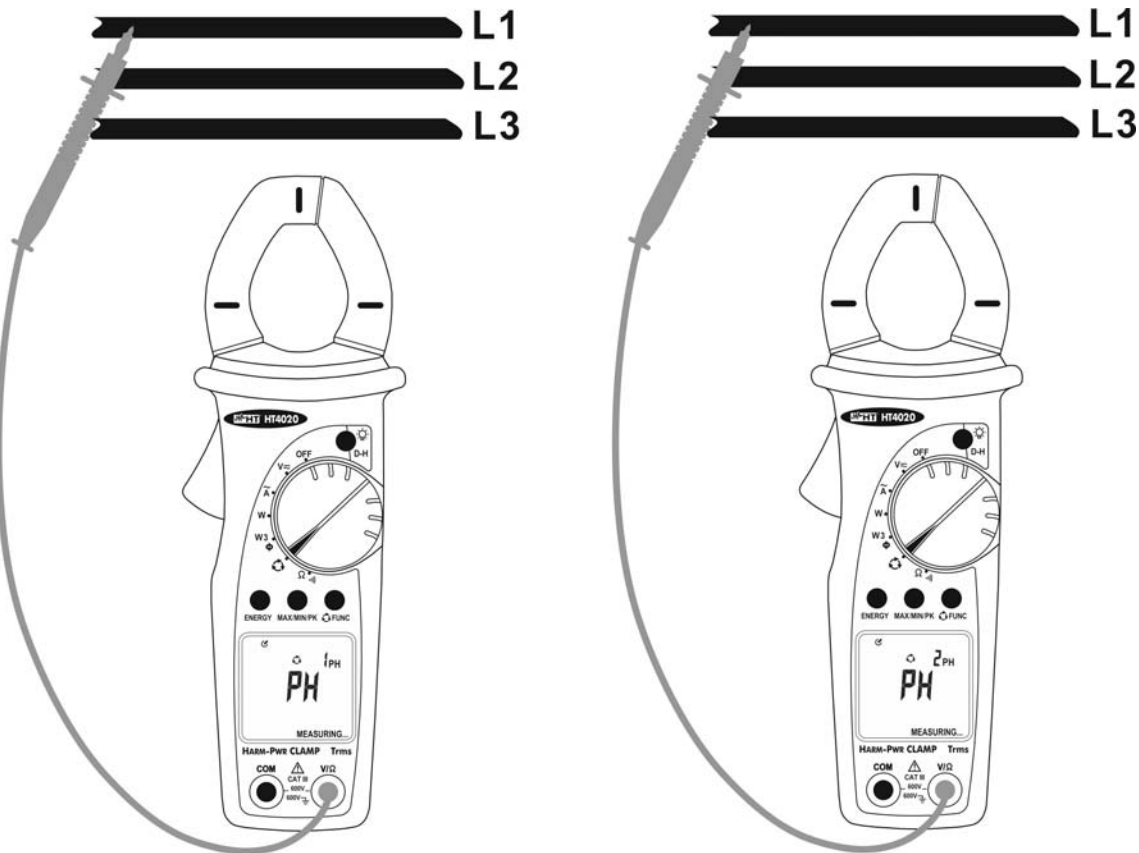

Abb. 14: Phasenerkennung
3. Verbinden Sie die rote Prüfspitze mit der Phase L1 der ersten 3-Phasen-System. (s. Abb. 14 – linken Teil). Falls nötig, kann die rote Prüfspitze an die Gummischutzhülle gesteckt werden
8. Verbinden Sie die rote Prüfspitze mit der Phase L1 der zweite 3-Phasen-System (s. Abb. 14 – rechten Teil)